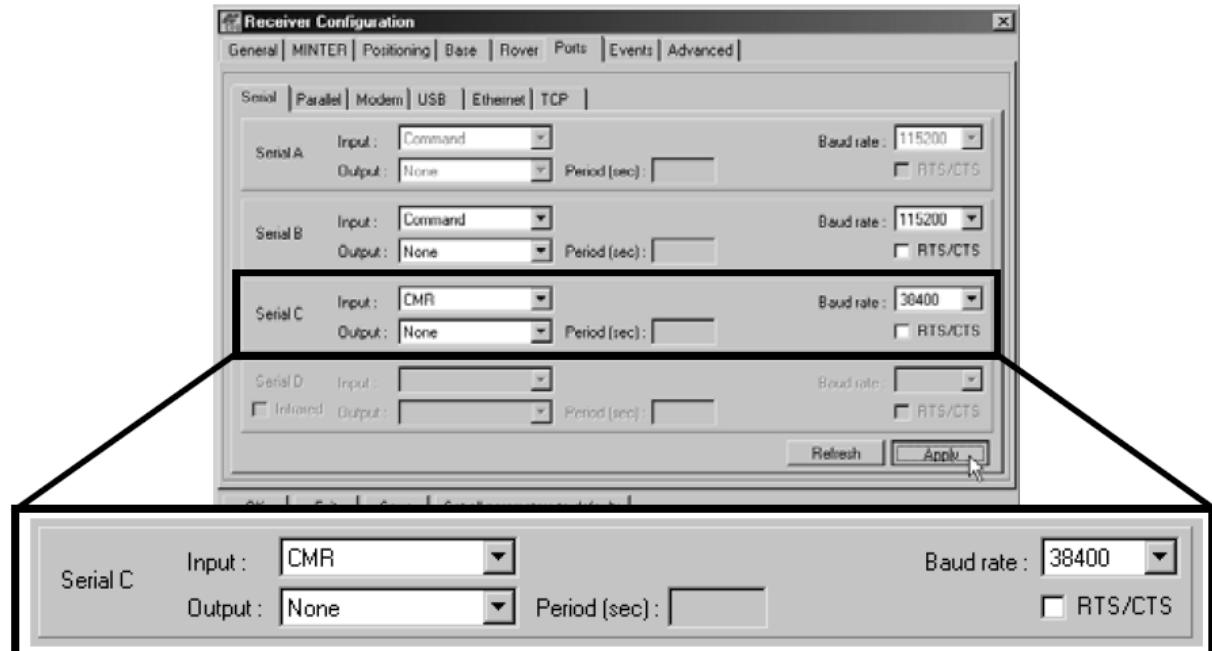

Рисунок 3-12. Настройка подвижной станции – порты
6. Выберите вкладку *Ports* (*Порты*) и установите перечисленные ниже параметры последовательного порта (см. рис. 3-12):